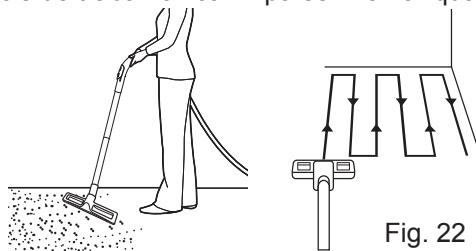

Fig. 22
- > Conecte o(s) tubo(s) de extensão (10) no manípulo da mangueira (9a), se necessário.
- > Mova ligeiramente sobrepondo linhas. O padrão mais eficiente são linhas direitas ao longo de um dos lados. Isto irá manter as linhas direitas e assegurar que toda a superfície de trabalho fica limpa sem falhar qualquer local (Fig. 22).